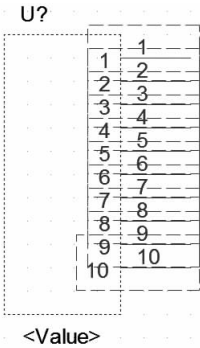

图 2-30 显示选中所有引脚
7. 首先框选所有引脚，如图 2-30 所示，显示选中所有引脚，选择“Edit（编辑）”→“Poperties（属性）”命令或按〈ctrl + E〉键，弹出“Browse Spreadsheet”对话框，可以对该元件所有引脚进行一次性的编辑设置，如图 2-31 所示。